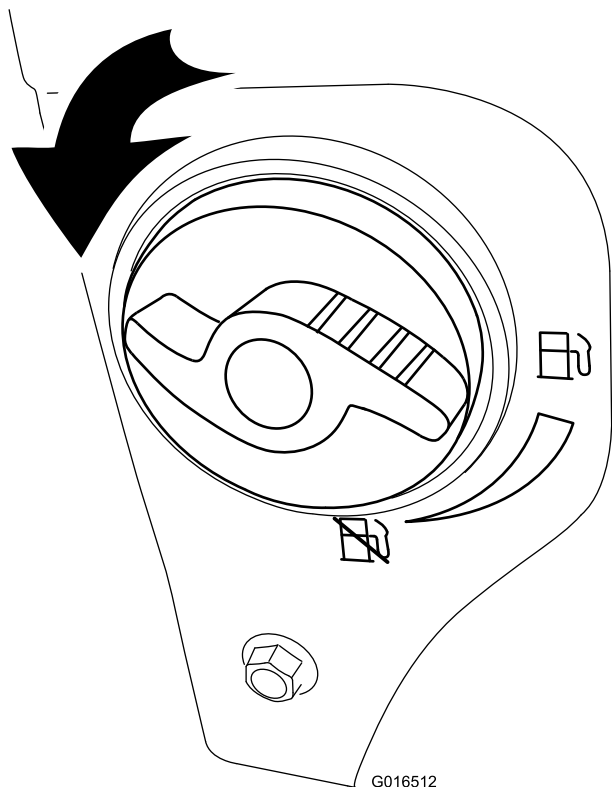

Рисунок 26
2. Поверните отсечной топливный кран на 1/4 оборота против часовой стрелки для того, чтобы открыть его (Рисунок 26).